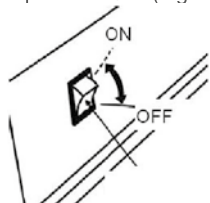

Fig. 22
10.1.1 Compruebe si la llave de encendido está en la posición ON. (Fig. 22)